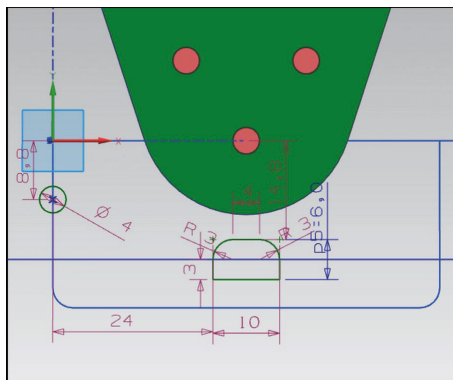

Рис. 5.15. Эскиз отверстия фиксатора, вырезки под ролик контроля шага и отходы отверстий
9. Создайте отходы для трех отверстий. В разделе **Тип** выберите ярлык **Создать**. Нажмите кнопку **Граница отверстия** в разделе **Метод**. Оставьте **Номер позиции** без изменений. Установите переключатель **Позиция** в положение **Сохранить исходный**. **Цвет отхода** назначьте по умолчанию. Нажмите клавишу **Применить**. Отверстия закрасятся в цвет **Medium Red** (рис. 5.15).